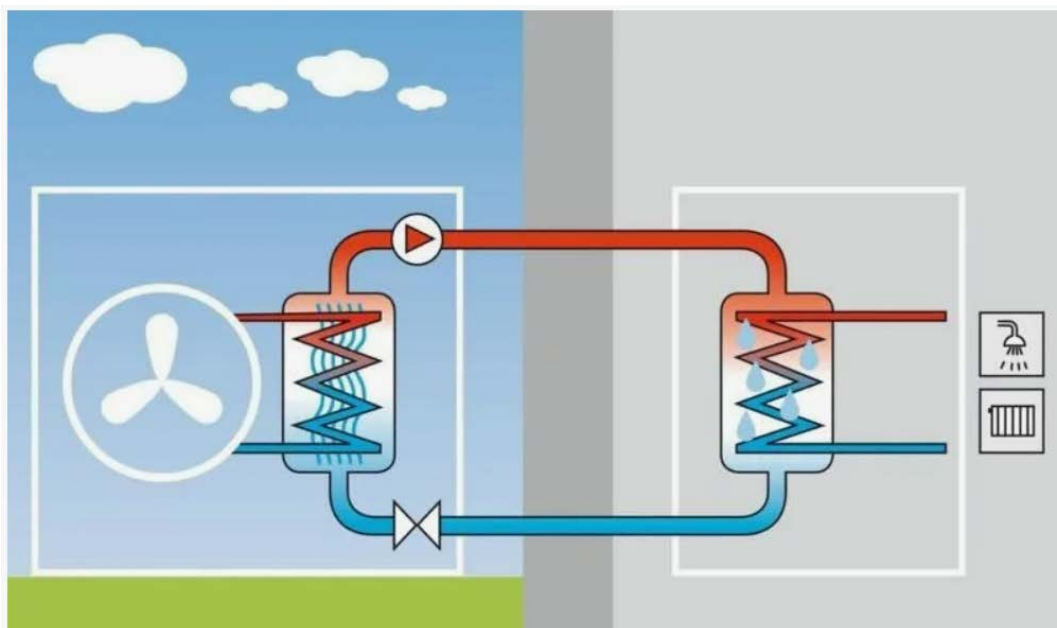

Рисунок 2 – Схема воздушного теплового насоса [3]
- Воздушные тепловые насосы (рис. 2). Воздушные тепловые насосы имеют низкий коэффициент COP, поэтому эффективность получения тепла из окружающей среды уменьшается из-за низких температурных условий. Главным преимуществом такого насоса это наилучшая энергоэффективность, то есть выработка тепла много больше, чем затраченная электроэнергия на ее получение. Эти насосы минимизируют выбросы углекислого газа в атмосферу, за счет использования возобновляемых источников энергии. Но при достаточно низких температурах полезность насоса уменьшается, что требует дополнительного источника тепла [3].